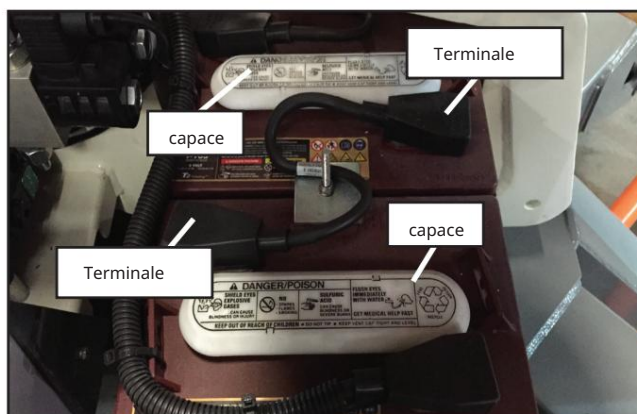

Figura 5 – Tava baterie
1. Verificați partea superioară a bateriei, bornele și capetele cablurilor (consultați Figura 5). Acestea trebuie să fie curate și fără coroziune.
1. Scoateți capacele bateriilor (consultați Figura 5).